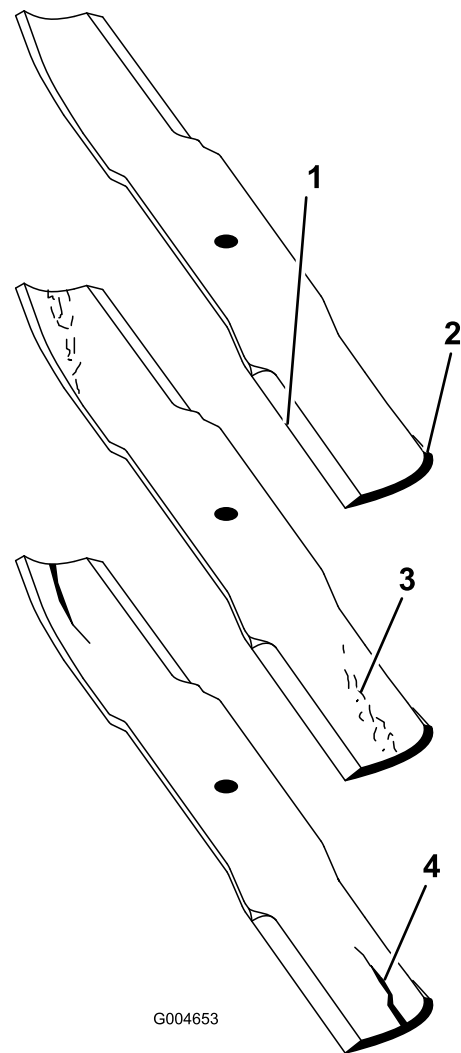

Figura 26
3. Examine cuidadosamente los extremos de corte de la cuchilla, sobre todo en el punto de reunión entre la parte plana y la parte curva de la cuchilla (Figura 26).
Nota: Puesto que la arena y cualquier material abrasivo pueden desgastar el metal que conecta las partes curva y plana de la cuchilla, compruebe la cuchilla antes de utilizar el cortacésped. Si se aprecia desgaste (Figura 26), cambie la cuchilla.